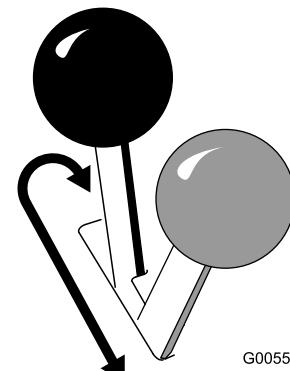

Figure 13
- Pour serrer le frein de stationnement, poussez le levier en avant et à gauche, puis tirez-le en arrière (Figure 13).
- Pour desserrer le frein, poussez le levier en avant et à droite dans le cran supérieur (Figure 13).